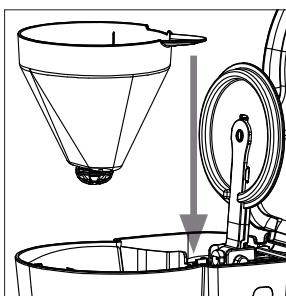

Abb. 1
① ACHTUNG!
- 3) Setzen Sie, falls noch nicht geschehen, den Filterhalter ⑪ so in die Filterhalteraufnahme ⑨, dass der Griff durch die Aussparung in Richtung Wassertank ⑩ ragt (siehe Abb. 1):